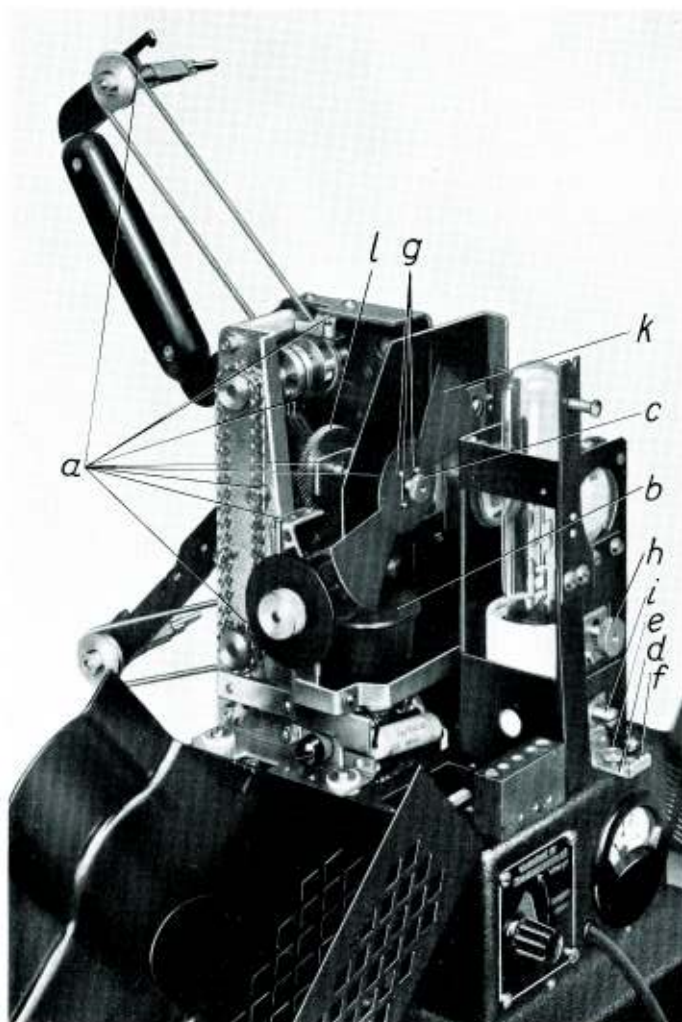

Bild 14. Getriebeansicht des Projektors, Widerstandsseite.
Kein Öl an die Linsen, in den Bildkanal, an die Friktionsscheibe (b in Bild 14) oder die Transportorgane bringen! Nicht zuviel ölen! Nach dem Ölen Projektor einige Minuten ohne Film laufen lassen und abgespritztes Öl sauber wegwischen!
Beim Auswechseln Widerstandsgehäuse (d in Bild 5) abnehmen, Gehäuseteile (l und m) herunterklappen, Lampengehäuse (h) abnehmen und Rändelmutter (c in Bild 14) lösen.
Lockerung der Befestigungsschrauben des die Blende antreibenden Schraubenrades (l in Bild 14).
2. Beide Madenschrauben, mit denen das Schraubenrad (l in Bild 14) auf seiner Achse befestigt ist (Madenschrauben sind in Bild 14 nicht sichtbar), lösen und Blende (k) leicht verdrehen:
wenn Blende vorlief:	von hinten gesehen wie in Bild 14
Schraube (c in Bild 14), die den verschiebbaren Fuß (d) mit der Lampenfassung festhält, lockern und Fuß am Handgriff (f) nach vor- oder rückwärts oder seitlich verschieben. Rändelmutter (h) lockern und Lampenfassung mit Handgriff (i) nach auf- oder abwärts verschieben. Zum Prüfen der Einstellung bei eingeschaltetem Projektor Lupe oder zweites Objektiv vor Apparatobjektiv halten, oder Apparatobjektiv weit aus der Fassung herausziehen. Dadurch werden auf dem Bildschirm die Wendelbilder und dazwischen die vom Hohlspiegel entworfenen Spiegelbilder der Wendeln sichtbar.